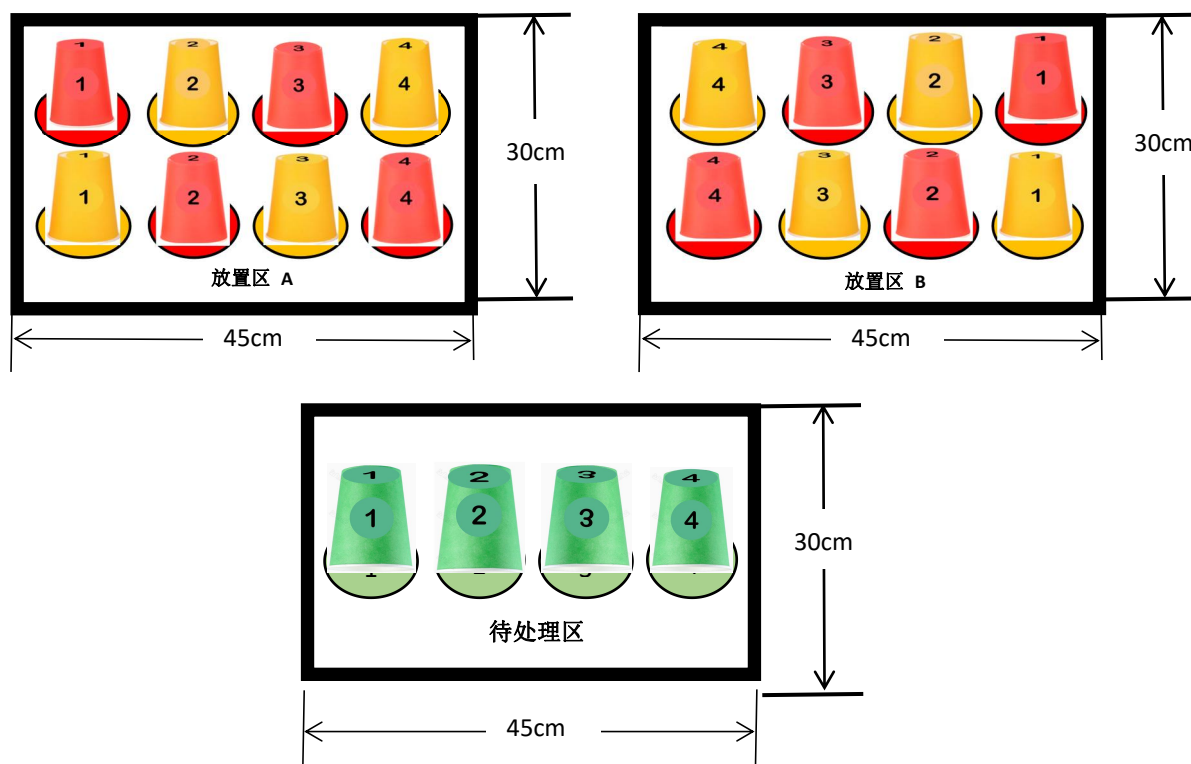

图 3 放置区 A、B 和待处理区物品摆放示意图
2. 放置区 A 和放置区 B 分别放置带有编号的 4 个红色纸杯和 4 个黄色纸杯，待处理区放置带有编号的 4 个绿色纸杯，纸杯杯口朝下放入对应颜色的圆形数字标识圈内，不能套叠在一起。摆放位置参考图 3。